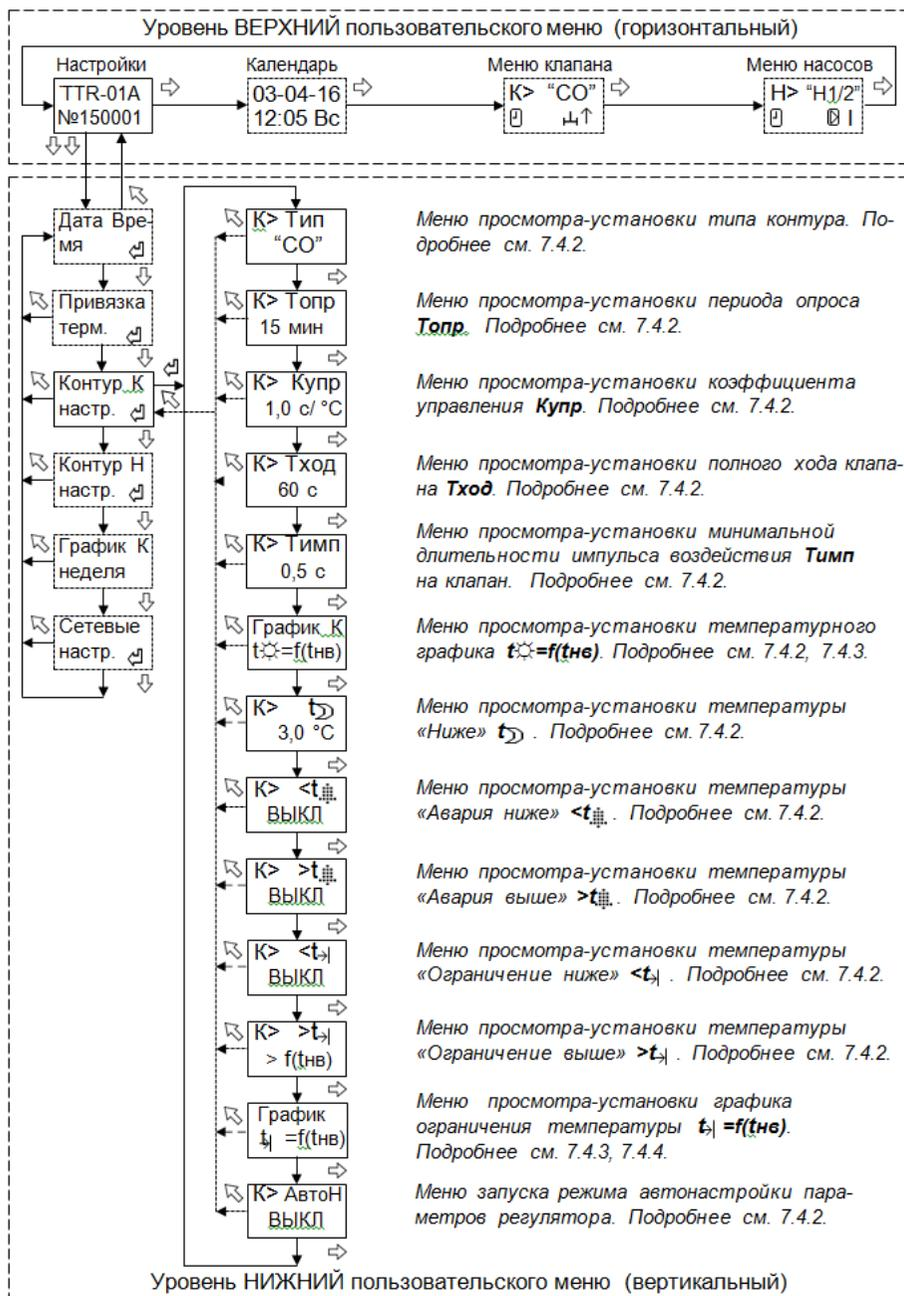

Рисунок 4 - Структура меню настройки параметров системы отопления
7.4.3 Для просмотра-установки температурного графика регулирования необходимо войти с помощью нажатия кнопки “” (см. рисунок 4) в меню «График»  $t=f(t_{нв})$ .